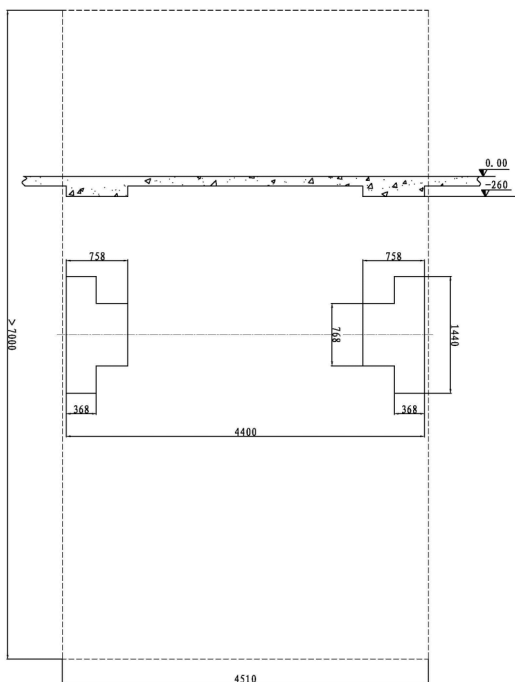

рис. 28
- ◆ **Установить анкерные болты согласно рис.28.**